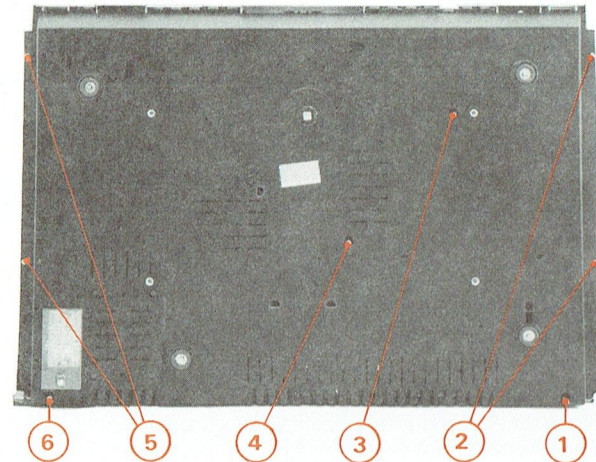

Fig. 1
A - DEPOSE DU COFFRET (Fig. 1 et 2)
- 2° - Dévisser et enlever les vis (1), (2), (3), (4), (5) et (6) (Fig. 1).